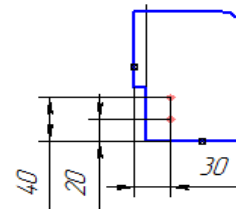

Рис. 5
7. Включите кнопку **Ввод окружности**  и постройте две окружности радиусом 10 мм с осями симметрии (рис. 5).